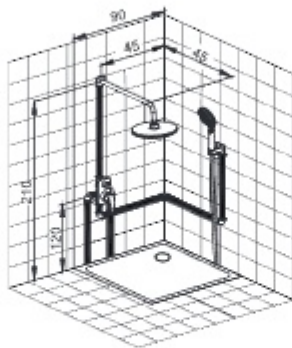

Рис. 1 / 1 сур.
Встраиваемый смеситель с дивертором и двумя выходами предназначен для подключения двух точек водопотребления, например, верхнего душа и душевого шланга (рис. 1).
- В намеченном месте установки душевой системы необходимо подготовить нишу для установки корпуса смесителя, выхода с держателем ручной лейки, кронштейна тропического душа, излива\*. Нишу подготавливают путем штробирования стены. Глубину ниши и ее размеры необходимо предусмотреть с учетом размеров элементов душевой системы. При определении глубины ниши необходимо учесть толщину будущей отделки и глубину, на которую могут быть установлены элементы душевой системы от поверхности будущей станы с отделкой. Справочные размеры указаны на рис. 1.